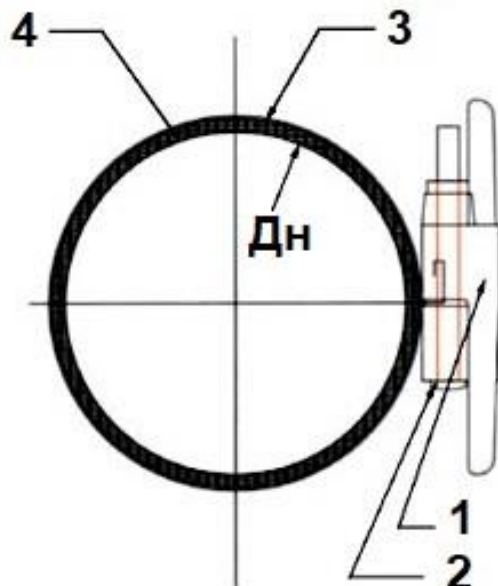

Рис.1 Хомут ремонтный нержавеющий с одним замком.
Таблица №2. Спецификация материалов хомутов (Рис.1)
- 3.1. Хомут ремонтный с чугунным замком состоит из бандажа, замка, листового уплотнения и крепежного комплекта (Рис.1).